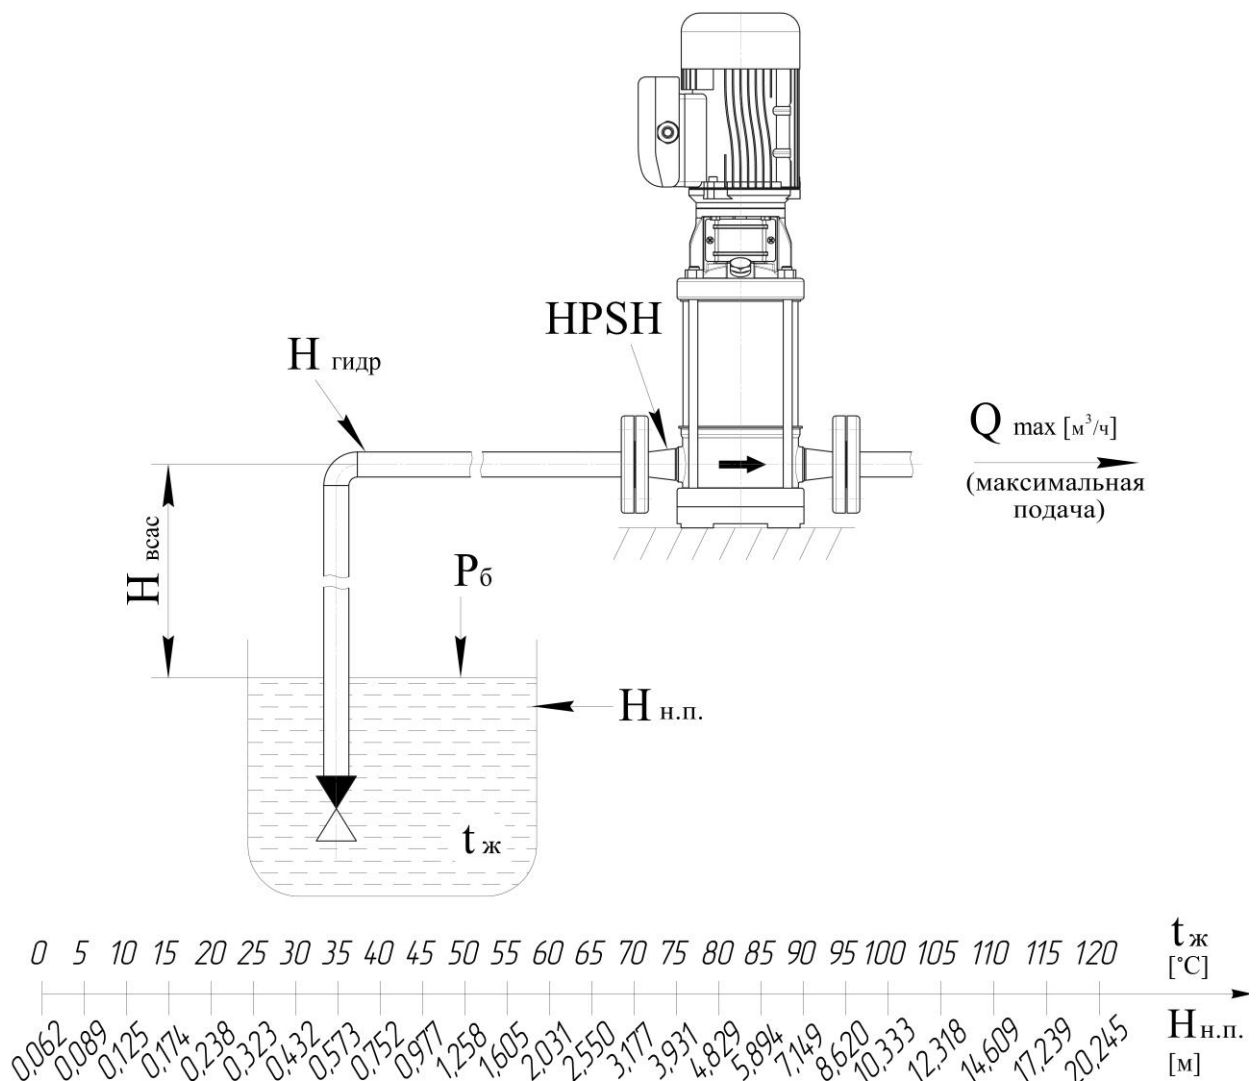

Рисунок 9 – Высота всасывания насоса(агрегата)
Максимальная высота всасывания рассчитывается в случае, если всасывание перекачиваемой жидкости происходит из резервуара, расположенного ниже уровня насоса (агрегата) см. рисунок 9 по формуле (2):